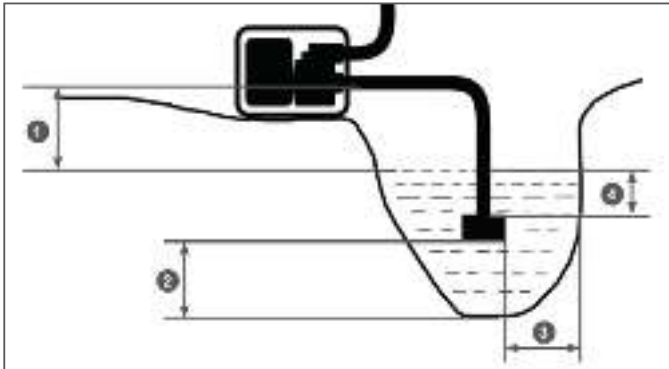

Рис. 7 Расположение мотопомпы и всасывающего фильтра
с установленным фильтром соблюдайте все требования, указанные на Рис. 7.
- Необходимо установить мотопомпу как можно ближе к водоему (емкости). Чем меньше высота расположения мотопомпы по отношению к уровню забора воды (Рис. 7 п. 1), тем быстрее происходит всасывание воды и выше производительность насоса.
Не превышайте высоту расположения мотопомпы по отношению к уровню забора воды (Рис. 7).
В процессе выкачивания воды из водоема (емкости) уровень воды в водоеме будет естественным образом понижаться. Если требуемые расстояния (Рис. 7) между всасывающим фильтром и стенками, а также дном водоема не соблюдаются, выкачивание воды следует прекратить.